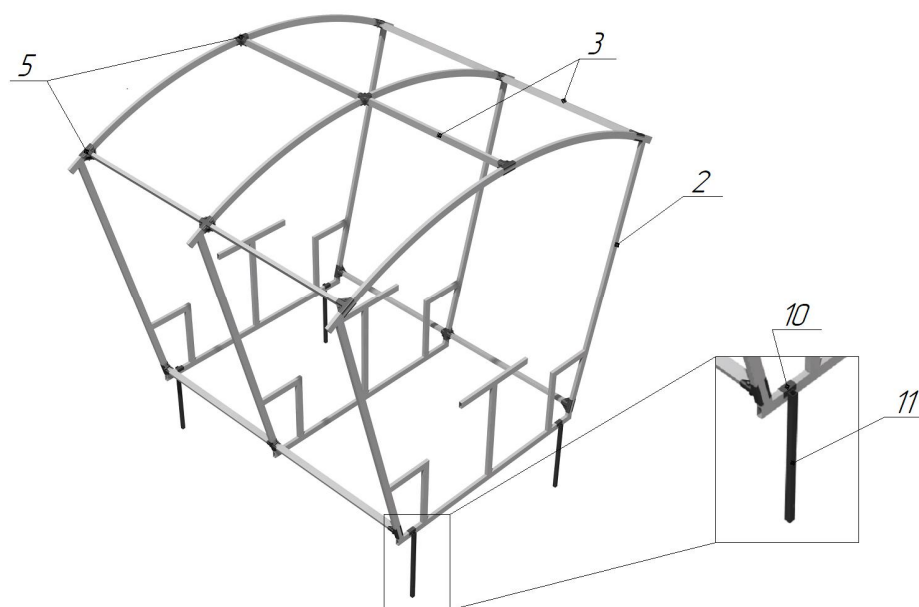

Рис.4 Сборка каркаса
5. Соединить полученные конструкции путем совмещения поочередно обоих ее торцевых арок Поз.2 с перемычками Поз.3 посредством креплений-спайдер «Т-образный» Поз.5 с последующей затяжкой болтов и гаек Поз.8, 9 (рис.4).
6. Зафиксировать полученную конструкцию грунтозацепами Поз.11 с саморезами Поз.10, если это грунт, или же анкерами, если это бетон или асфальт (рис.4)